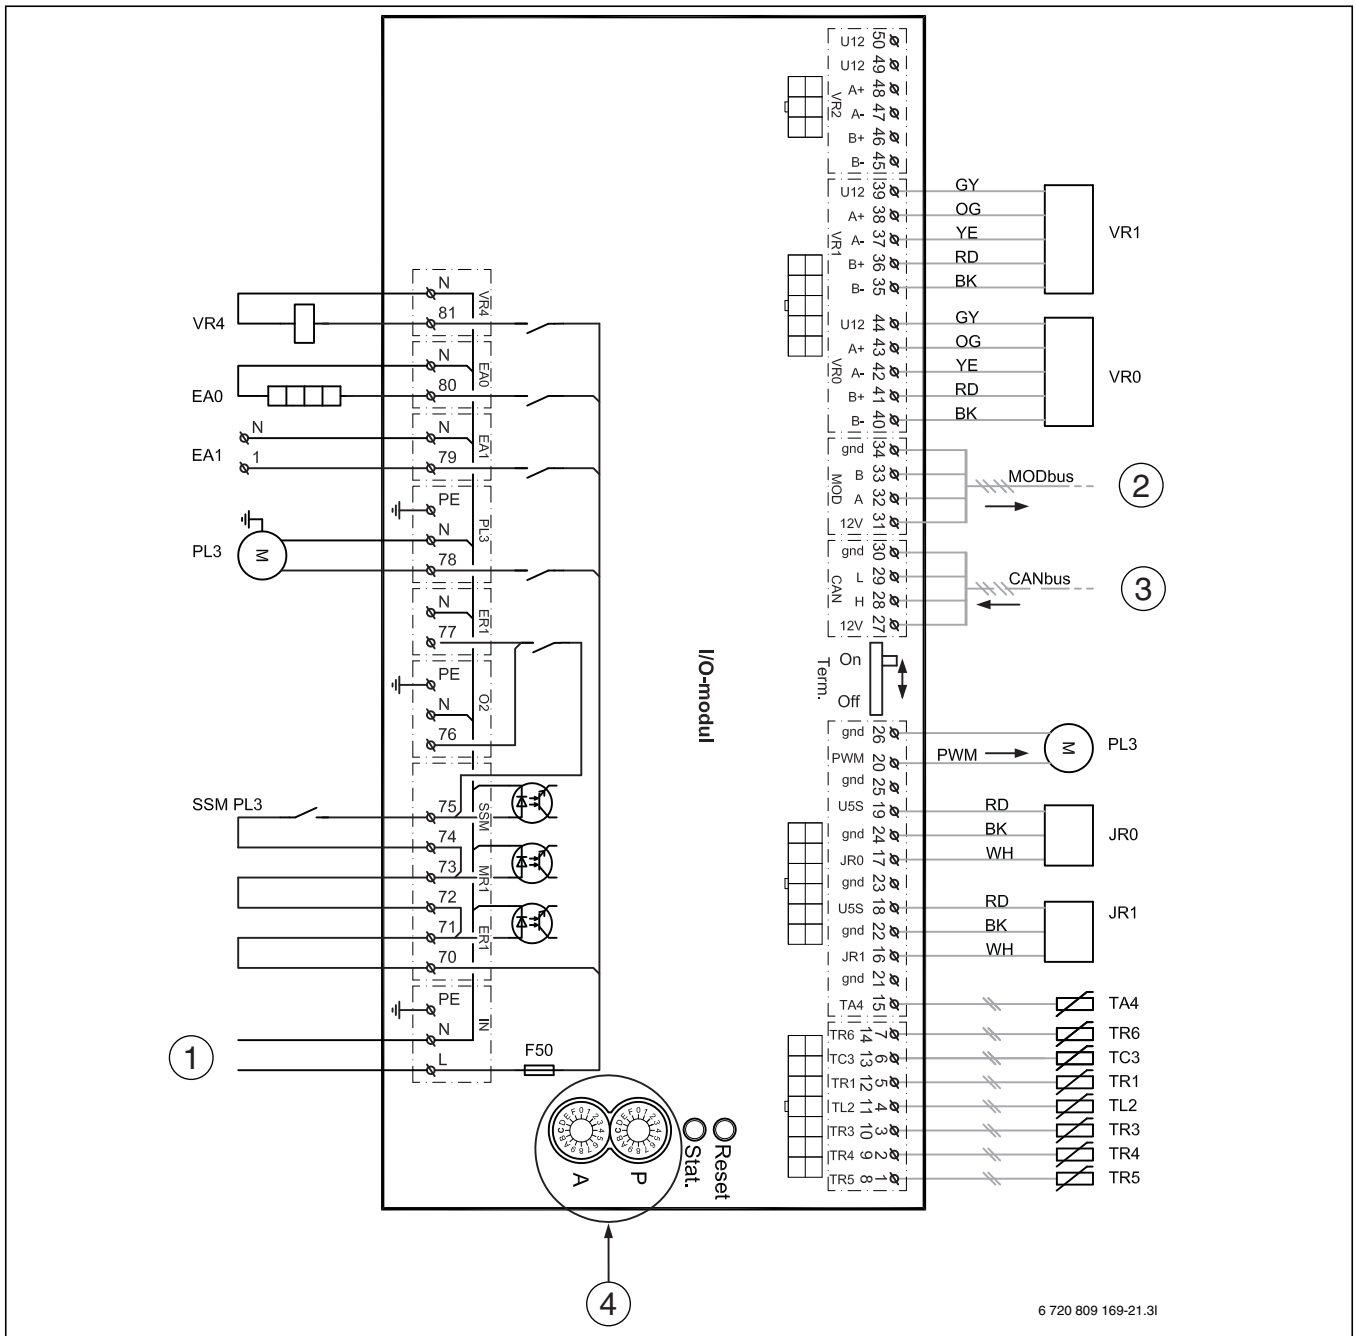

Bild 21 Elschema I/O-modul kort
- [3] MODbus till I/O-modul kort ([2] Bild 21)
- [4] Elmatning till I/O-modul kort ([1] Bild 21)